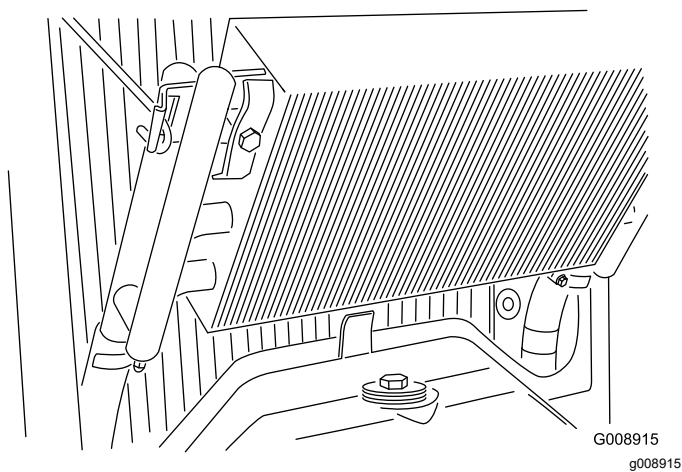

Bild 59
4. Entriegeln Sie den Ölkühler und schwenken ihn nach hinten (Bild 59).